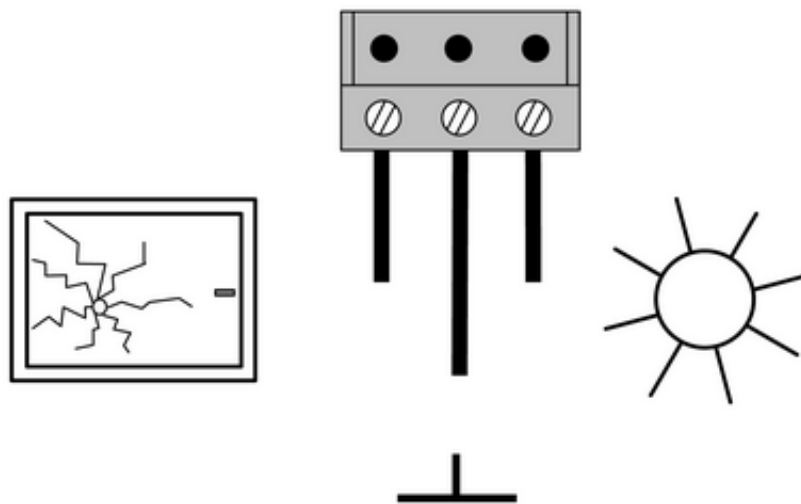

Figure 3: Raccordement au répartiteur
- Raccorder la technique sensorielle selon le schéma de raccordement (figure 3). Raccorder à gauche et au centre, le capteur de bris de vitre et à droite et au centre le capteur solaire. La « masse » est marquée sur les capteurs. Le « soleil » est marqué sur l'adaptateur et sur le câble de prolongement. La « masse » est le câble central.